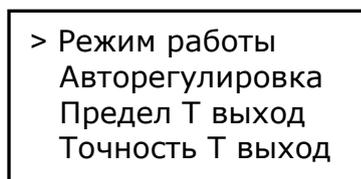

Рис. 10
7.10. Для входа в меню необходимо удерживать нажатой **кнопку выбора** (см. рис. 6) более 3 сек. Первая страница меню показана на рис. 10.
При перемещении курсора вниз на первой странице меню (см. рис. 10) произойдёт переход на вторую страницу меню.